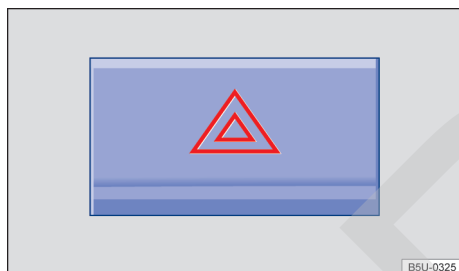

Fig. 147 En la parte superior de la consola central: interruptor de las luces de advertencia.
2. Encender las luces de advertencia con el conmutador ⚠️ → fig. 147.
Las luces de advertencia también pueden apagarse al presionar el conmutador ⚠️ en el panel de instrumentos → fig. 147.